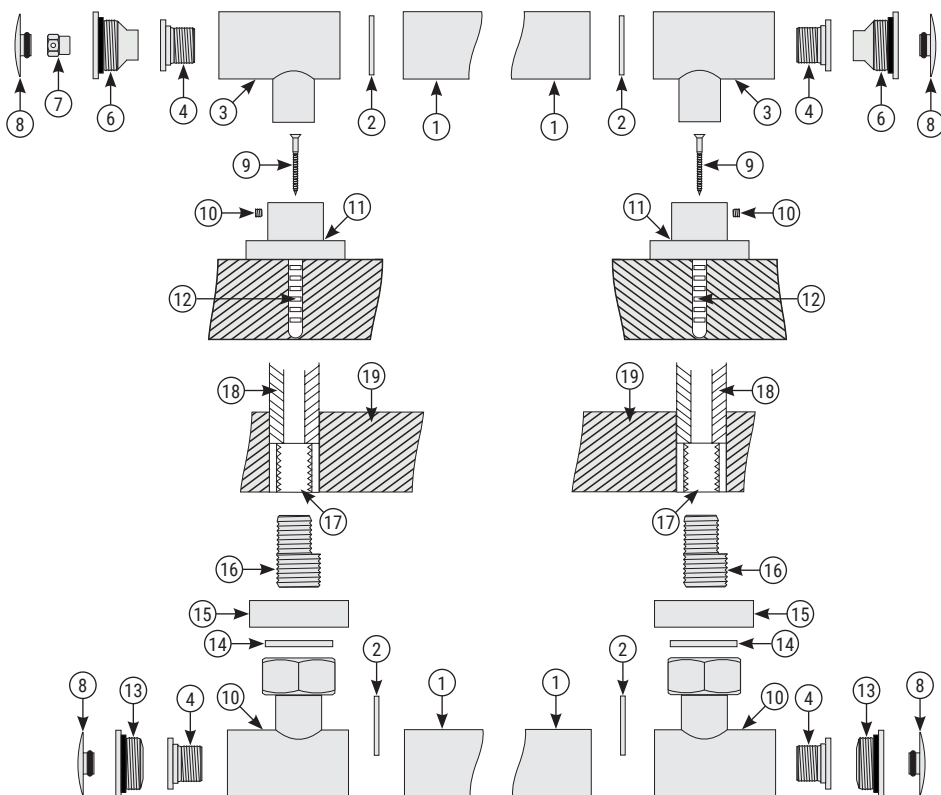

Рис.1
5.1. Сборку и установку изделия производить согласно схеме (рис. 1).
5.2. Для герметизации резьбовых соединений производитель комплектует изделие прокладками собственного изготовления (п. 3.4, п. 3.7 и рис. 1).
ВНИМАНИЕ! Вне зависимости от типа подключения, спускной клапан должен быть установлен в верхней части полотенцесушителя, коллектор с технологической заглушкой должен находиться в нижней части полотенцесушителя (рис. 1).